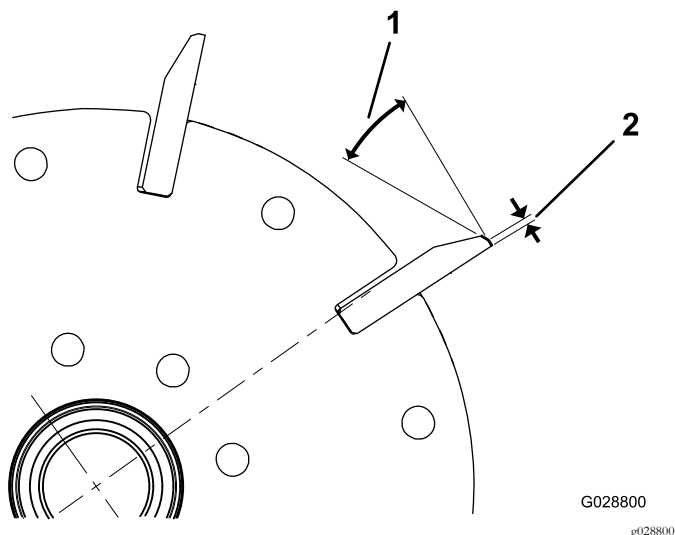

Bild 24
1. Tragen Sie einen Nachschliff von 30 Grad auf alle Messerspindeln auf, bis die Kante 1,3 mm breit ist (Bild 24).